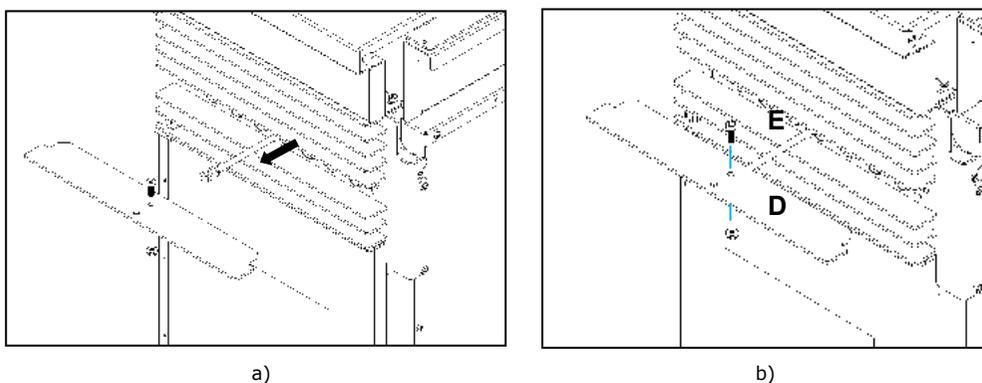

Figura 57– Registrazione presa falda
j) Quindi tirare l'asta di registrazione in avanti (figura 57-a), allineando il foro dello stelo e il foro del lembo e li uniscono con un bullone E (DIN 912 M6x14) oa vite (ISO 3780 M8x12). Nel caso di utilizzo del primo bullone con un dado D (dadi M6 DIN 6923) come mostrato in Figura 57-b.